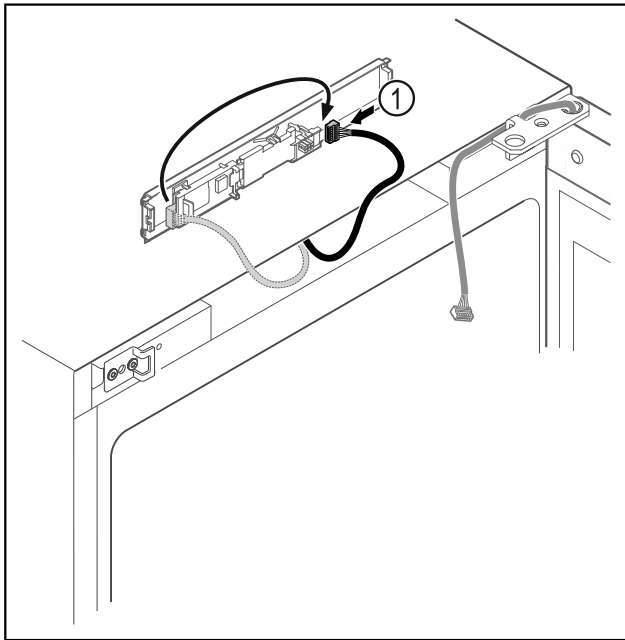

Fig. 17
- ▶ Vėl įkiškite kištuką į plokštę Fig. 17 (1).